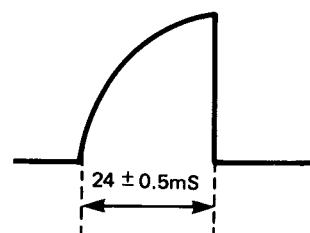

Abbildung 89
4. Den R736 so einstellen, daß der gezeigte Wert erreicht wird. (Abb. 89)